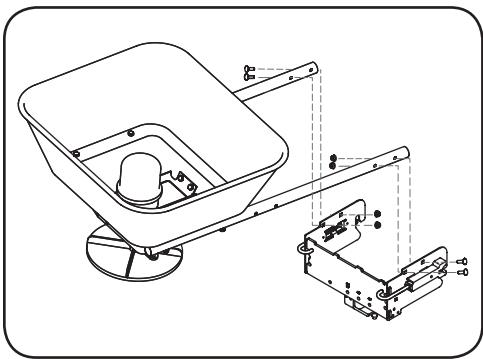

Figura 1-8
- Utilice dos tornillos de carro y contratuerzas por lado para fijar los extremos hundidos de los tubos del bastidor simple a la parte superior del soporte de enganche de conexión fácil. Vea la Figura 1-8.